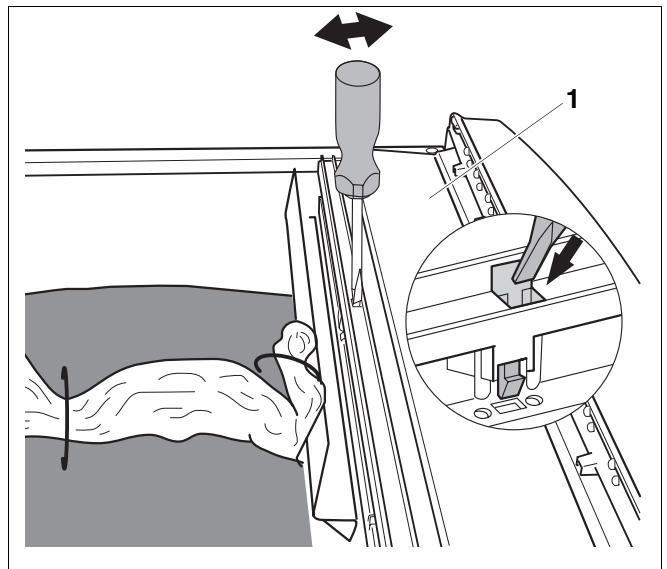

Abb. 14 Kunststoffabdeckung abnehmen
- Kunststoffabdeckung des Regelgerätes (Abb. 14, **Pos. 1**) mit einem Schraubendreher entriegeln.